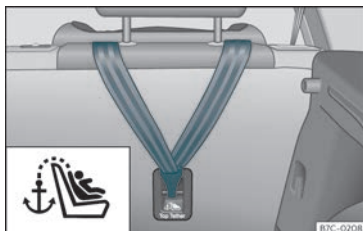

Fig. 28 Parte posterior dos bancos traseiros: argolas de fixação para o cinto Top Tether.
- Deslize a corria e fixe-a corretamente na fixação da parte posterior do encosto»» **Fig. 28**.